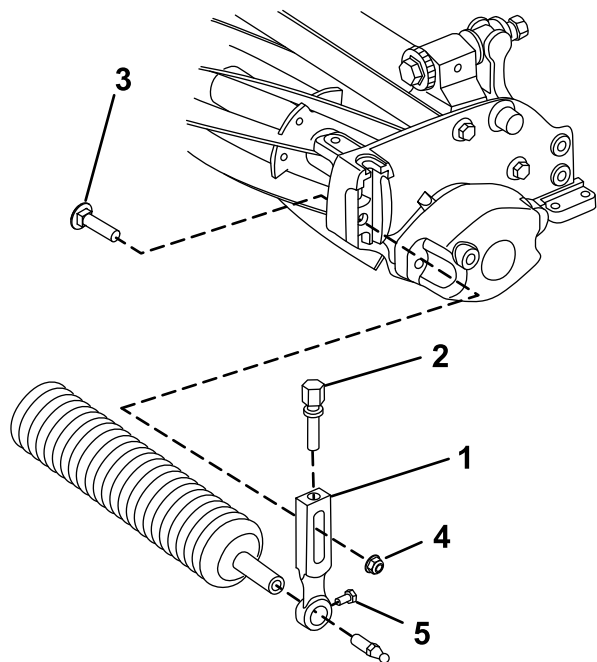

Figura 3
1. Togliete il bullone per aratro, la rondella e il dado della flangia che fissano uno dei bracci dell'altezza di taglio alla piastra dell'apparato di taglio (Figura 3).
2. Allentate le viti per il montaggio del rullo nei bracci dell'altezza di taglio (Figura 3).
3. Fate scorrere l'albero del rullo nel braccio dell'altezza di taglio sull'estremità opposta dell'apparato di taglio (Figura 3).
4. Fate scorrere il braccio dell'altezza di taglio sull'albero del rullo (Figura 3).
5. Fissate il rullo sull'apparato di taglio, senza serrare, con il braccio dell'altezza di taglio e i fermi tolti in precedenza (Figura 3).
7. Serrate le viti per il montaggio del rullo (Figura 3).